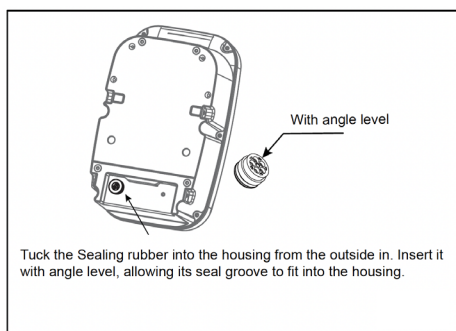

Fig. 17
- b1. Inseriu la goma de segellat a la carcassa des de l'exterior cap a l'interior (vegeu la fig. 17). Passeu els conductors per la goma de segellat, utilitzant un orifici per cada conductor. Després d'introduir tots, deixeu prou longitud de cable per assolir el bloc de borns.